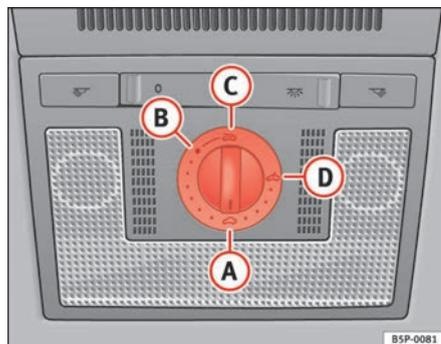

Fig. 69 Pormenor do revestimento interior do tejadilho: botão giratório do tecto de abrir / de levantar
- Rodar o comando para a posição **A** ⇒ fig. 69 ⇒ **!**.